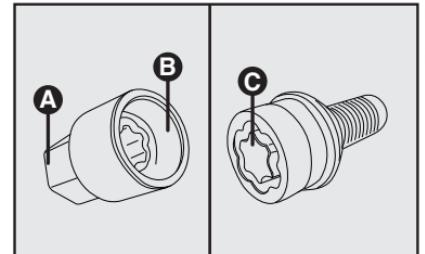

fig. 4
- Retirar da bolsa de ferramentas a chave soquete (ou em local opcional no veículo) fig. 4, que destrava o mecanismo antifurto.
- O destravamento da roda deve ser realizado encaixando a extremidade **B** da chave soquete fig. 4 no encaixe **C** do parafuso especial de retenção da roda. Na extremidade **A** deve ser encaixada a chave de roda fornecida com o veículo;